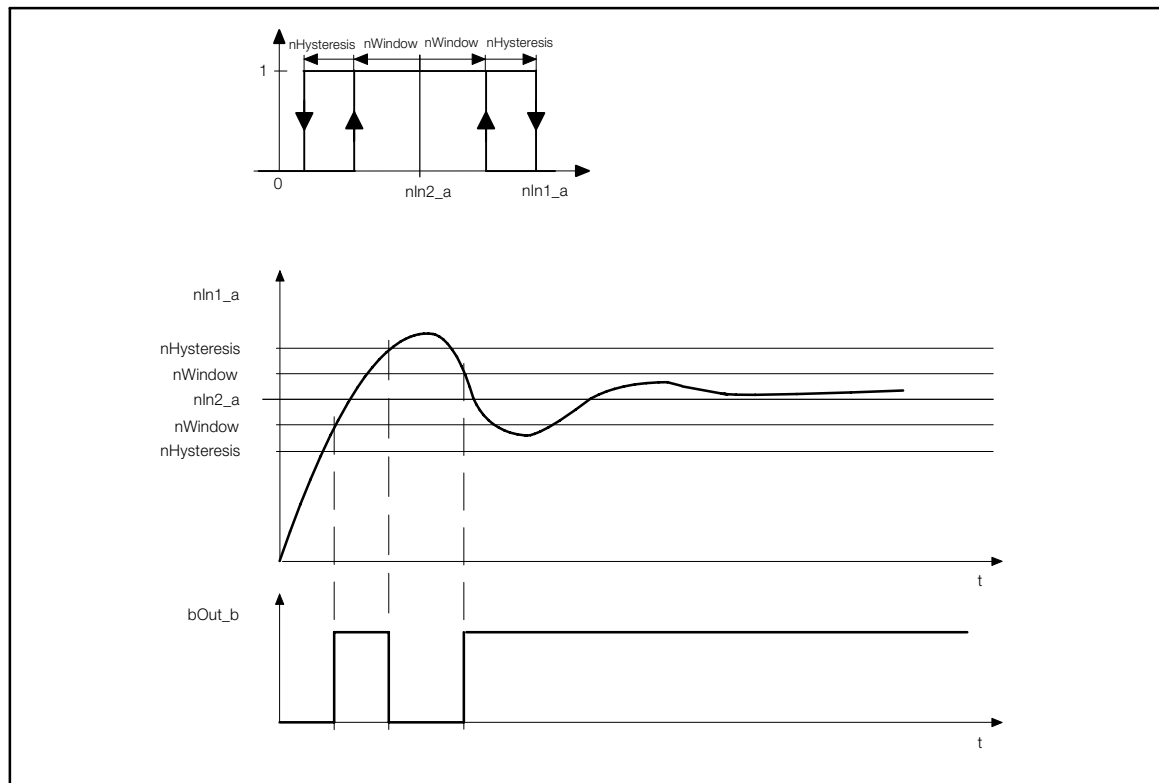

Abb. 2-12
- Entnehmen Sie die genaue Funktion dem Liniendiagramm. (Abb. 2-12)